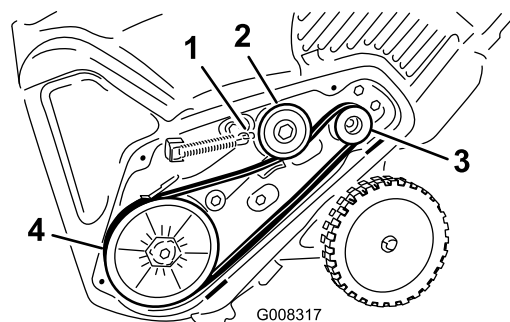

Figure 25
8. Raccrochez le ressort de frein au bras de la poulie de tension (Figure 25).
5. Montez et acheminez la nouvelle courroie comme indiqué à la (Figure 25).